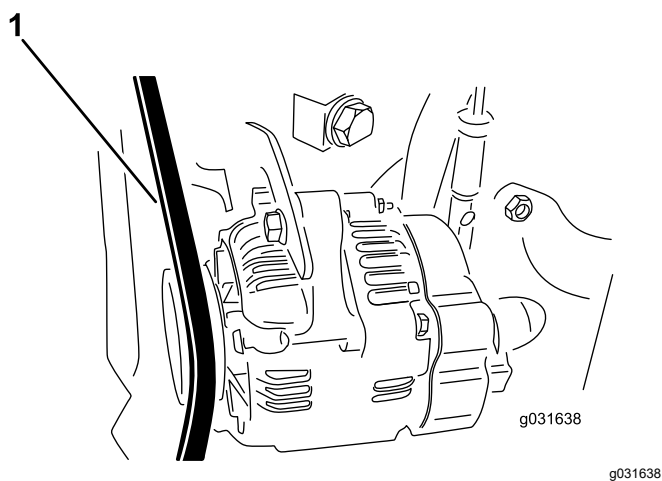

Figura 61
2. Aplique uma força de 30 N na correia do alternador a meio caminho entre as polias (Figura 61).